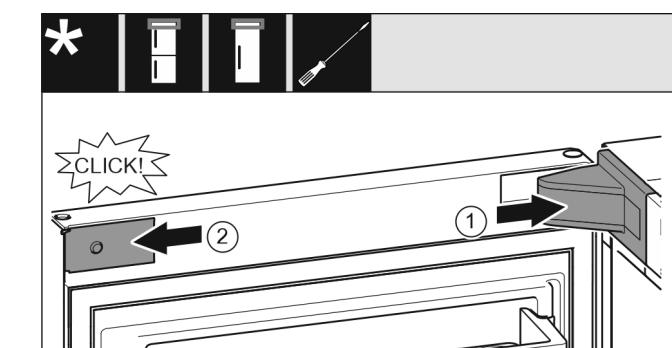

Fig. 23
- Stavite pokrov podloška ležaja i pustite ga da uskoči, po potrebi ga oprezno razdvojite. Fig. 23 (1)
- Postavite masku bočno i pustite da uskoči. Fig. 23 (2)